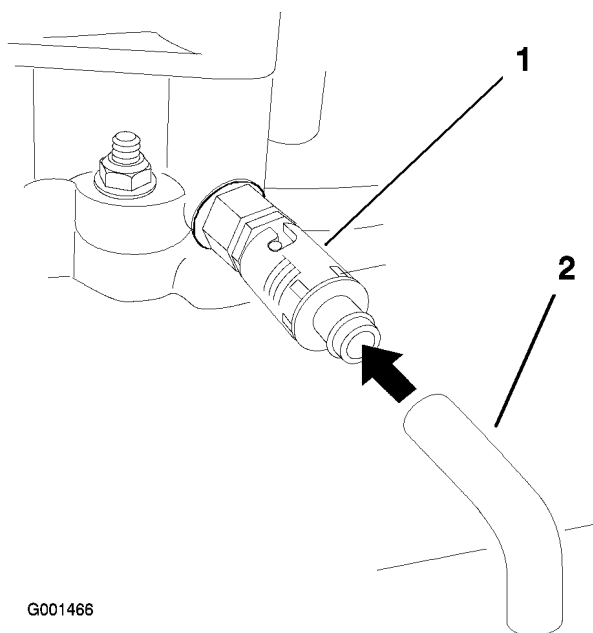

Figure 31
6. Placez un bac sous le flexible de vidange. Tournez le robinet de vidange d'huile pour permettre à l'huile de s'écouler (Figure 31).
8. Enlevez le flexible de vidange (Figure 31).